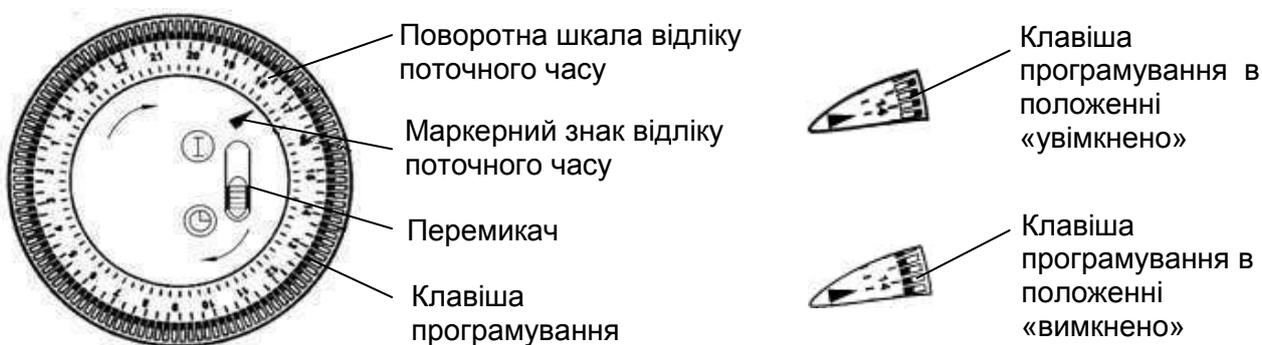

Рис. 5
5.7 Переведіть клавіші ступінчастого регулятора потужності, клавішу вимикача вентилятора (для моделей з вентилятором) в положення «0», сполучіть «ризку» на ручці термостата зі знаком \* на корпусі конвектора (див. рис.4), встановіть перемикач таймера (для моделей з таймером) у положення «I» (див. рис.5). Конвектор готовий до роботи.
Клавішами програмування таймера (див. рис. 5) встановіть бажані інтервали часу «увімкненого» і «вимкненого» стану конвектора. Поворотом шкали відліку поточного часу таймера в напрямку стрілки встановіть поточний час, сполучивши його з маркерним знаком ▲ відліку поточного часу. Увімкніть таймер, для чого установіть перемикач у положення . У положенні «I» вимикача таймер вимкнений (що еквівалентно установці всіх клавіш програмування в положення «увімкнено»). Дискретність програмування часу – 15 хвилин (1 клавіша). Час програмування – доба (24 години). Число повторів виконання програми – не обмежено.